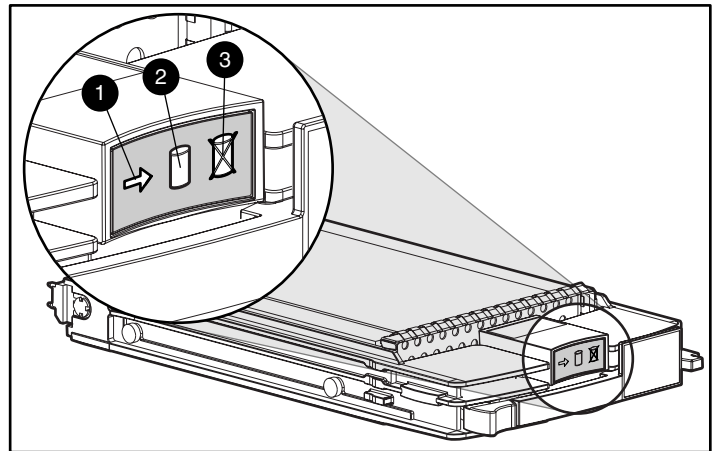

Figura 3 Indicadores de estado del disco
- Verifique los indicadores de estado de los discos. Consulte la Figura 3. Si ha ocurrido una falla grave, el indicador de fallas debe estar encendido.
- Verifique los indicadores de estado de los discos. Consulte la Figura 3.
- El indicador de actividad (1) debe estar encendido o parpadeando
- El indicador de conexión (2) debe estar encendido o parpadeando
- El indicador de fallas (3) debe estar apagado